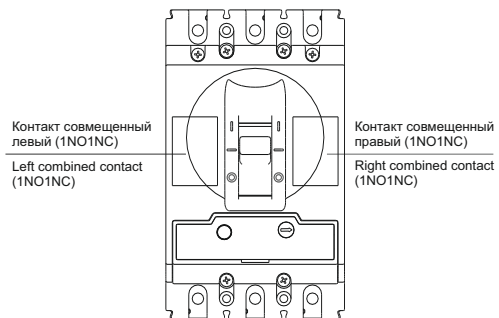

Рисунок 3 – Отсеки для установки устройства / Figure 3 – Device installation compartments
- Установить устройство в соответствующий отсек MCCB, до четкой фиксации (см. рисунок 3);
- Install the device in the appropriate MCCB compartment until it is properly secured (see figure 3);